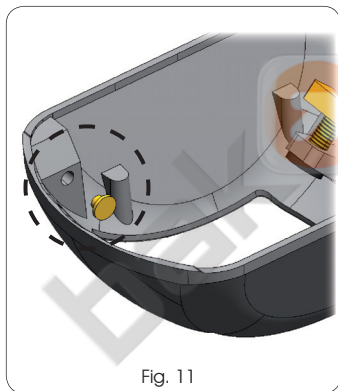

Fig. 11
**ATTENZIONE: Non rimuovere il tappo di sicurezza, evidenziato in Fig. 11, prima che sia espressamente indicato nella procedura di installazione.**
15. Una volta controllato l'azionamento del pistoncino di sgancio da serratura rimuovere il tappo di sicurezza dalla leva di sblocco come indicato in Fig.11;
**IMPORTANT:** Do not remove the safety plug shown in Fig.11, before this is expressly indicated in the installation procedure.
- When you have checked the activation of the lock release piston, remove the safety plug from the release lever as shown in Fig. 11;